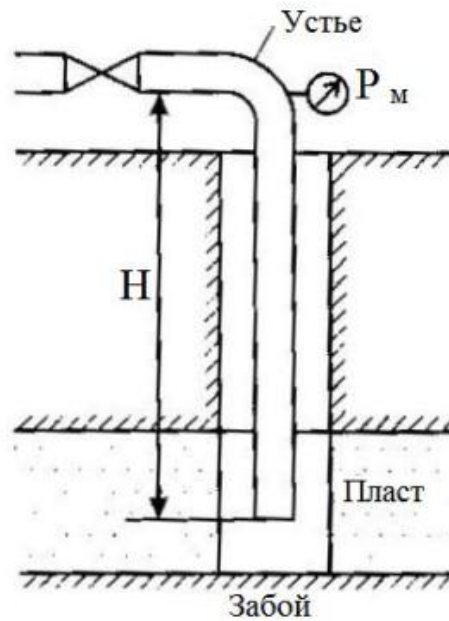

Рисунок 1
1. Определить давление на забое закрытой газовой скважины (рис. 1), если глубина скважины $H=2200$ м, манометрическое давление на устье $P_m=10,7$ МПа, плотность природного газа при атмосферном давлении и температуре в скважине (считаемой неизменной по высоте) $\rho=0,76$ кг/м³, атмосферное давление $p_a=98$ кПа.